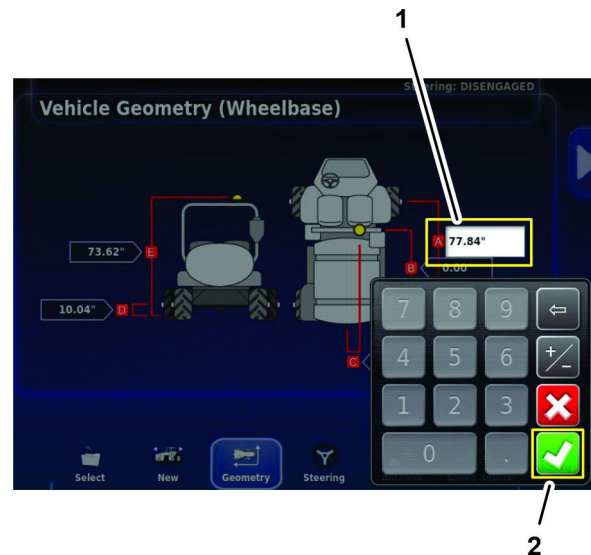

图 189
1. 按前轴与后轴中心线图标A用显示屏键盘输入您在 测量车辆几何形状 \(页码 79\)中记录在车辆几何形状表中的测量值然后按“确认”图标图 189。